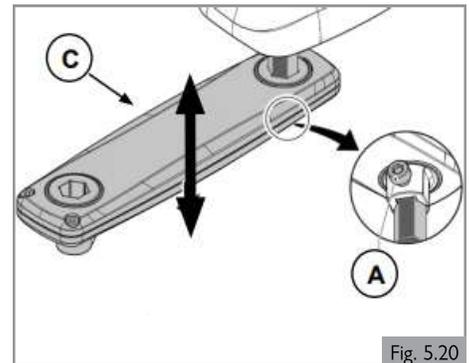
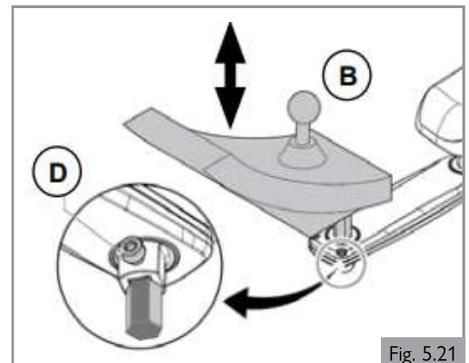

Fig. 5.20
Fig. 5.21
1. Afloje (A) una vuelta.
2. Ajuste (B) en la posición deseada.
3. Apriete (A). Consulte la sección 8 para obtener información sobre la torsión de ajuste específica.
#### Altura del mando de control (1) (Fig. 5.20)
2. Ajuste (C) en la posición deseada.
#### Altura del mando de control (2) (Fig. 5.21)
1. Afloje (D) una vuelta.
3. Ajuste (D). Consulte la sección 8 para obtener información sobre la torsión de ajuste específica.